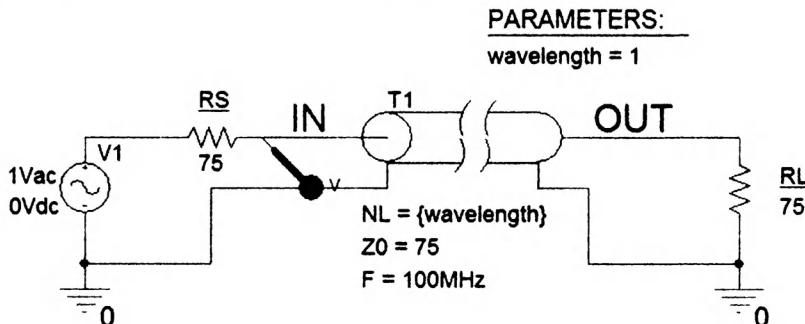
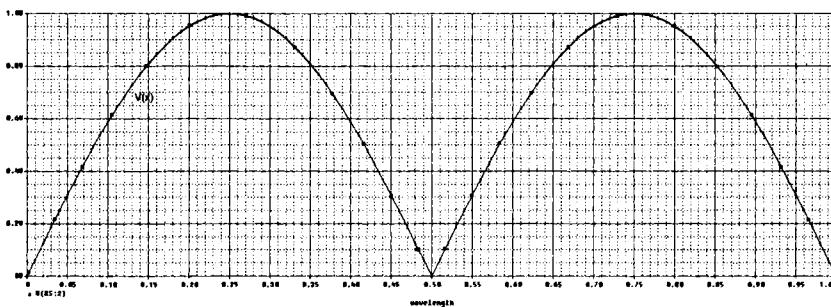

Рис. 11.8. Модель для исследования формы волны
Рис. 11.14. Напряжение в линии с режиме стоячей волны
1. В новом проекте соберем модель линии с источником переменного напряжения (рис. 11.8).
В схеме появятся дополнительные свойства (см. рис. 11.8).
7. Установите в схеме (см. рис. 11.8)  $RL = 75 \Omega$  и выполните моделирование. После окончания моделирования отобразите в окне
8. Установите в схеме (см. рис. 11.8)  $RL = 75 \text{ мОм}$  (режим короткого замыкания). Выполните моделирование. В линии установится режим стоячей волны. В конце линии будет минимум напряжения (рис. 11.14).